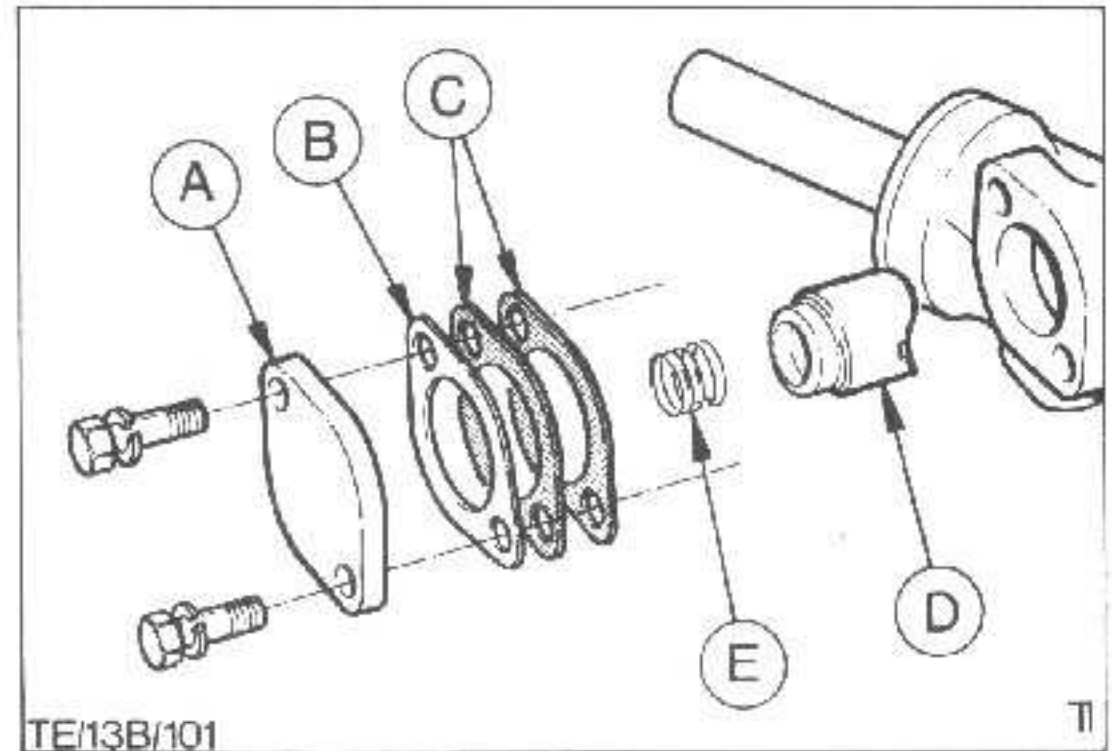

Abb.28 Bestandteile des Druckstücks
7. Druckstückdeckel (2 Schrauben) abbauen, Ausgleichscheibenpaket, Feder und Druckstück herausnehmen, Abb.28.